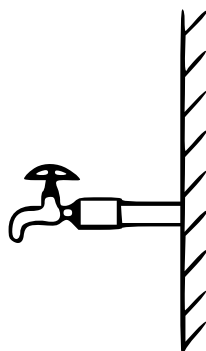

Abb. 10: 3-Wege-Verbinder
1. Um das Kugelventil zu installieren, benutzen Sie einen 3-Wege-Wasserzulaufverbinder (**A**), an den das Kugelventil (**B**) angeschlossen wird. Verbinden Sie dann den Wasserhahn mit dem 3-Wege-Wasser-Verbinder (Abb. 10 und 11). Falls ein Druckminderventil verwendet wird, so wird dieses angeschlossen (Abb. 12).